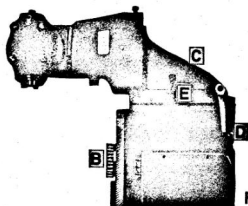

Fig:1
- 3° Positionner le pignon de commande " B " sur l'avant de la broche et le bloquer (Fig : 1).